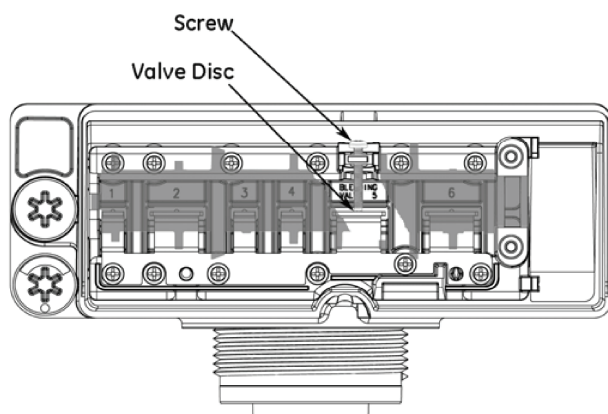

Figura 11
2. Con un cacciavite a stella stringere la vite di regolazione della durezza fino a quando la parte filettata non tocca il flapper corrispondente (Figura 11)